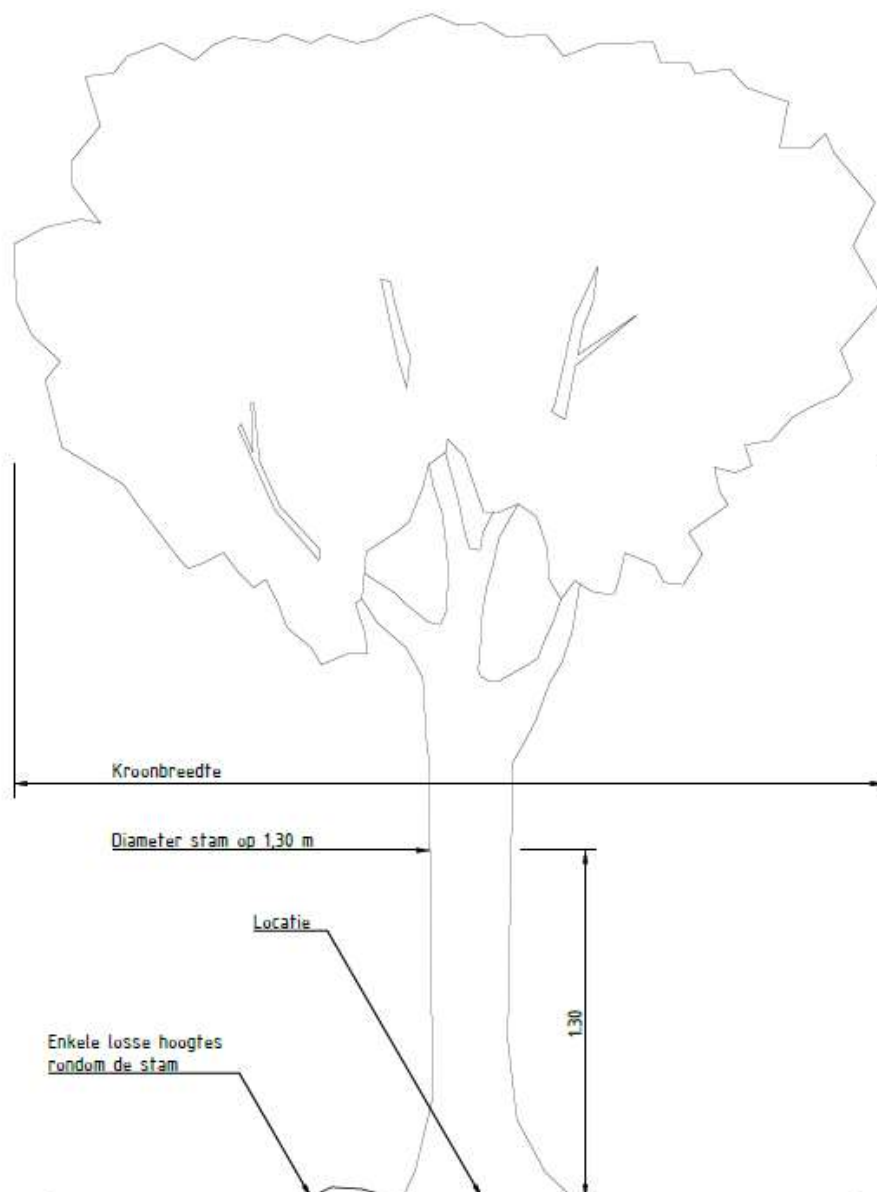

Figuur 1 Op te nemen aanvullende informatie bij panden (ongeacht of het pand de grens vormt)
- Bij vrijstaande en/of niet onderheide panden bij ieder pand de dorpel, onderste trede en kelderrooster inmeten. Bij woningblokken is het voldoende om dit het eerste en laatste pand op te nemen (zie figuur 1)
- Bij vrijstaande en/of niet onderheide panden bij ieder pand de dorpels, onderste treden en kelderroosters inmeten. Bij woningblokken is het voldoende om dit het eerste en laatste pand op te nemen (zie figuur 1)